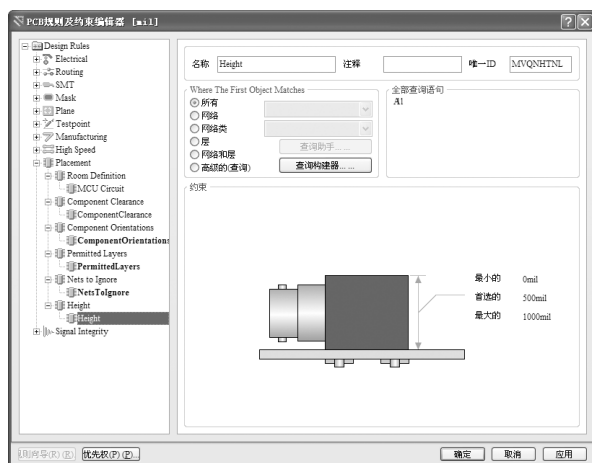

图 8-6 “Height” 选项设置对话框
6) “Height” (高度规则) 选项：用于定义元件的高度。在一些特殊的电路板上进行布局操作时，电路板的某一区域可能对元件的高度要求很严格，此时就需要设置该规则。如图 8-6 所示为该选项的设置对话框，主要有“最小的”、“首选的”和“最大的”3 个可选择的设置选项。